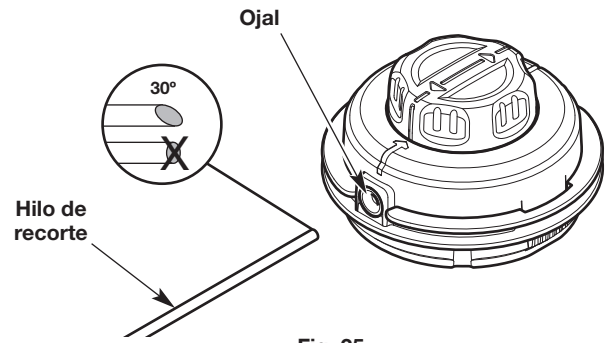
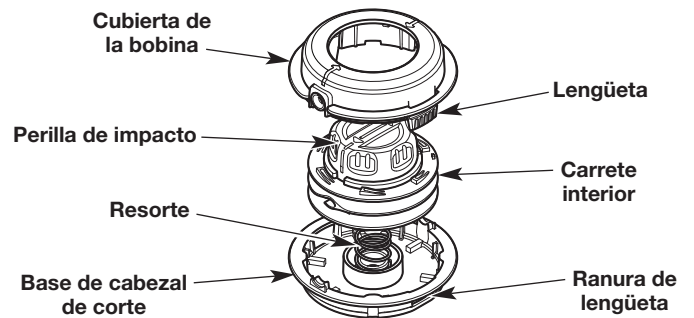

Fig. 25
Fig. 28
2. Corte dos largos de 10 pies (3.0 m) de hilo de recorte nuevo. Corte un extremo de cada hilo en un ángulo de 30° (Fig. 25).
4. Enhebre uno de los hilos por uno de los ojales del cabezal de corte (Fig. 25). Utilice el extremo angulado y empuje el hilo para que entre unas 3 pulgadas (7.5 cm). Repita este proceso con el otro hilo y el ojal restante.
- c. Mientras sostiene el destornillador en el lugar, gírelo suavemente para destrabar la lengüeta del panel de las ranuras (Fig. 28).
- d. Retire la cubierta de la bobina (Fig. 28). **NO** extraiga el resorte de la base del cabezal de corte (Fig. 28).
- e. Empuje la perilla de impacto a través de la cubierta de la bobina (Fig. 28). Si los ojales se salen, reinserte los ojales en la cubierta de la bobina (Fig. 25).
NOTA: NO separe la perilla de impacto del carrete interior (Fig. 28).
- g. Utilice una tela limpia para limpiar el carrete interior, la base de cabezal de corte y la cubierta de la bobina (Fig. 28).
- h. Inserte la perilla de impacto y el carrete interior en la cubierta de la bobina (Fig. 28).
- i. Alinee las lengüetas de la cubierta de la bobina con las ranuras de la base del cabezal de corte (Fig. 28). Empuje la cubierta de la bobina sobre la base del cabezal de corte hasta que las dos lengüetas queden insertadas a presión.